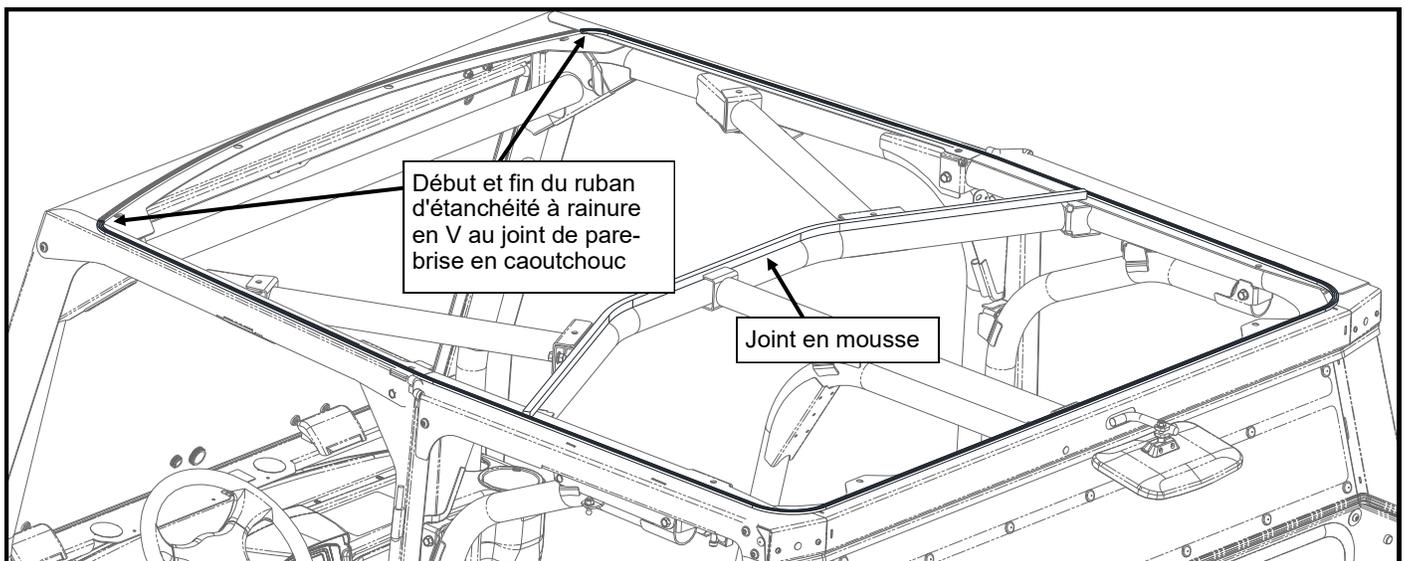

Figure 14.3 : Ruban d'étanchéité d'auvent
- 14.3 Appliquer le ruban d'étanchéité à rainure en V de 1/2 po le long du périmètre supérieur de la cabine (voir Figure 14.3). Commencer au joint du pare-brise et faire passer le ruban vers l'arrière, le long du bord des longerons latéraux. Continuer le long du longeron arrière et vers l'avant le long des longerons avant jusqu'au joint du côté opposé du pare-brise.
- 14.4 Applique le ruban d'étanchéité de mousse de 1/2 po sur la poutre centrale supérieure du cadre ROPS, le long du centre de la poutre et jusqu'au ruban à rainure en V de chaque côté (voir Figure 14.3).